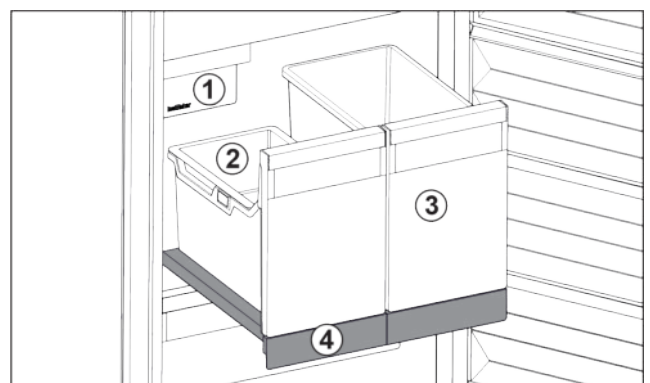

Fig. 83 Auszugsbord mit IceTower
(2) Einhängeschale für Eiswürfel
(4) Auszugsbord
Auf dem Auszugsbord sind zwei hohe Behälter (IceTower). Im Behälter Fig. 83 (2) werden Eiswürfel aus dem IceMaker gesammelt und gelagert. Behälter Fig. 83 (3) eignet sich für die Lagerung von hohen Lebensmitteln wie Pizzen oder alkoholischen Getränken.